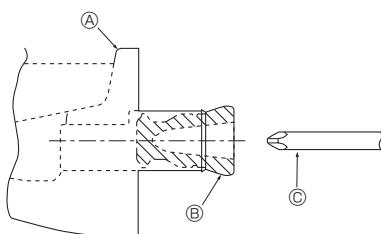

Fig. 5-1
- Для труб з лівого боку слід вставити гумову заглушку в правий дренажний отвір. (Fig. 5-1).
- (A) Дренажний піддон